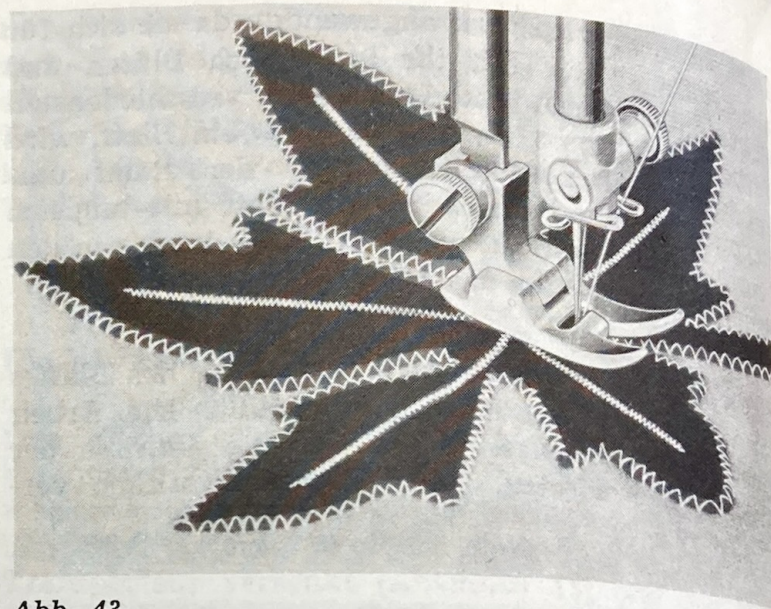

Abb. 43
d) Applikationen (Abb. 43)
1. Die fertig ausgeschnittene Applikation entweder mit dichtem (ganz kleine Stichlänge) oder weitem Zickzack-Stich (Stichlänge groß) aufnähen (Abb. 43).